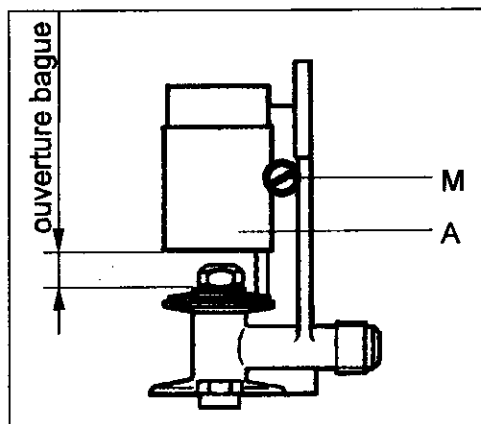

fig. 8
2. Dévissez la vis « M » et soulevez complètement la bague de réglage de l'air « A » (fig. 8) de manière à opérer librement sur l'injecteur.
En desserrant la vis « M », replacez la bague « A » (fig. 8) suivant les indications du « tableau des injecteurs » où l'ouverture de la bague est précisée, selon le brûleur et le type de gaz.